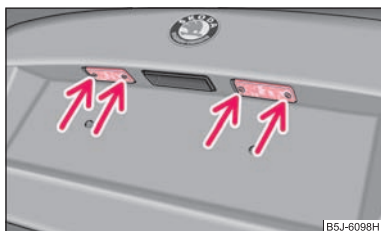

Abb. 169 Kennzeichenleuchte ausbauen
- Öffnen Sie die Gepäckraumklappe und schrauben Sie das Leuchtenglas ab ⇒ Abb. 169.